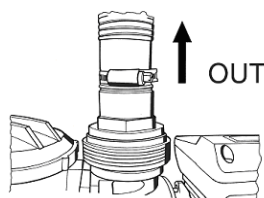
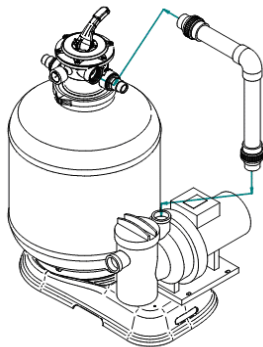
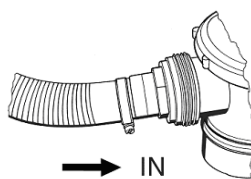
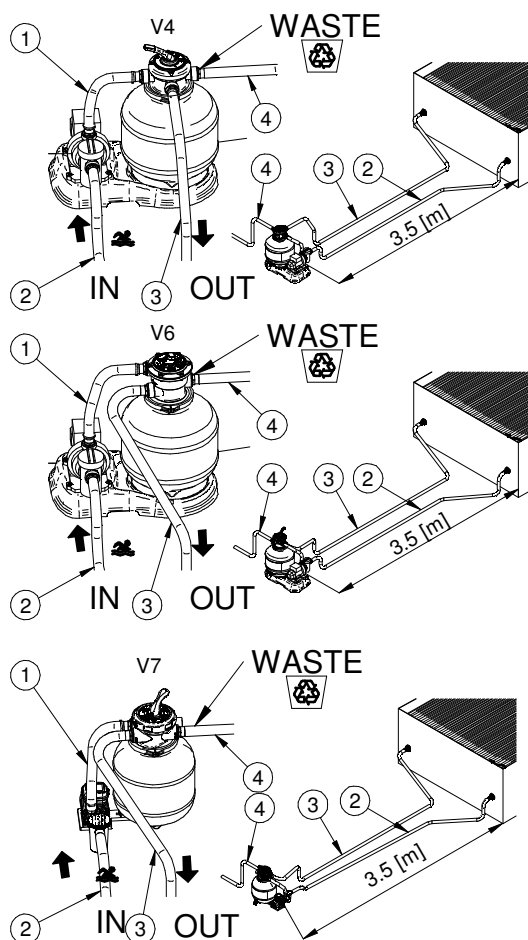

Fig. 27
Fig. 28
Fig. 29
Fig. 30
1. **Conexión de la presión** (Fig. 30, # 1): ensamble la *bomba del filtro* (entrega Fig. 27, OUT) a la *válvula multifunción* de múltiples funciones (**PUMP**), con las pipas acanaladas o la conexión rígida (Fig. 28).
2. **Tubo para skimmer** (Fig. 30, # 2): conectar el codo de unión *skimmer* al codo de unión anterior de la *bomba filtro* (*aspiración* Fig. 29, IN).
3. **Tubo de regreso** (Fig. 30, # 3): conectar el codo de unión a la *bomba* de 4 o 6 vías que están marcadas con **RETURN/POOL**, al codo de unión de la boca de entrada de la *piscina*. Fijar los tubos a los codos de unión con fajas apropiadas (*componentes hidráulicos*).
4. **Tubo para el contralavado** (Fig. 30, # 4): se emplea cuando se utiliza la función de contralavado (**BACKWASH**) para descargar el agua sucia en una zona de descarga. Para la conexión se utilizan tubos de goma apropiados y fajas adecuadas (*componentes hidráulicos*).